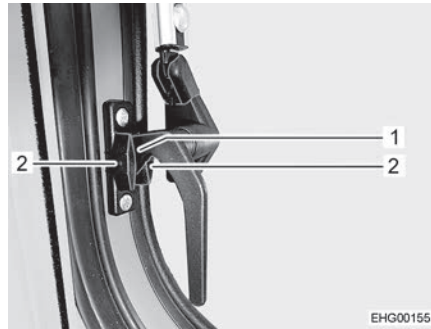

Bild 52 Verriegelungshebel, seitlich (Stellung "Dauerbelüftung")
- Die seitlichen Verriegelungshebel eine viertel Umdrehung nach unten drehen. Die Verriegelungsnase (Bild 52,1) dabei zwischen die beiden Hälften des Verriegelungsblocks einfahren.